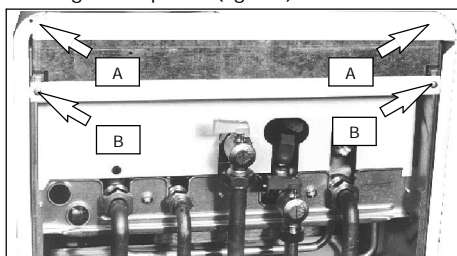

fig. 7.1
- 1 Togliere le viti "A". Rimuovere il pannello frontale spostandolo verso l'alto in modo da liberarlo dai ganci superiori (fig. 7.1)
- 2 Allentare le viti "B" (fig. 7.1) e togliere i due pannelli laterali spingendoli verso l'alto in modo da liberarli dai ganci posteriori.
- 3 Togliere le viti "B" (fig. 7.1) e rimuovere la protezione inferiore spostandola verso il lato frontale della caldaia.